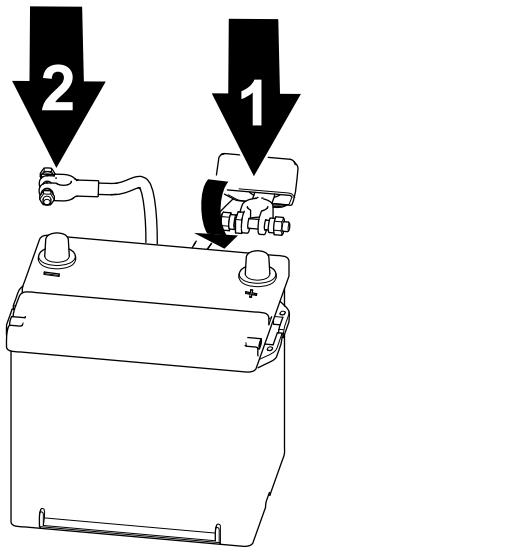

Figura 6
1. Collegate il cavo positivo della batteria al terminale della batteria (Figura 6).
2. Collegate il cavo negativo della batteria al terminale della batteria (Figura 6).